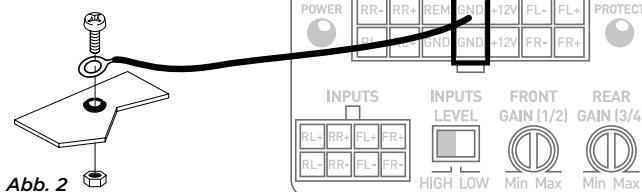

Abb. 2
- 10 - Bereiten Sie die Erdung des Gestells vor, indem Sie jede Farbspur auf der Metalloberfläche abkratzen, um eine gute Erdung sicherzustellen. Die Erdungsanschlüsse müssen so kurz wie möglich sein und IMMER an geschweißtes Metall an der Karosserie oder am Gestell des Fahrzeugs angeschlossen werden (*Abb. 2*). Der allgemein gewählte Erdungspunkt ist derjenige, der die Verbindung zwischen dem Minuspol der Batterie und dem Gestell des Fahrzeugs sicherstellt.
3.3.2 – Nehmen Sie das negative (-) Stromkabel. Dieses Kabel muss so kurz wie möglich sein und sollte idealerweise 1 Meter nicht überschreiten, um eine perfekte Verbindung zwischen dem Verstärker und dem Fahrzeuggestell sicherzustellen. Das Kabel und sein Querschnitt müssen der in 3.1 genannten Tabelle entsprechen. Finden Sie einen geeigneten Erdungspunkt und schleifen Sie ihn dann ab, um jede Spur von Farbe oder anderem Lack zu entfernen und so die Kontaktqualität zu optimieren. Durchbohren Sie das zuvor geschliffene Blech im Durchmesser, der der gewählten Schraube entspricht, und vergewissern Sie sich, dass kein Durchlauf von Tankkabeln oder einem anderen empfindlichen Element des Fahrzeugs in der Nähe ist. Schweißen und isolieren Sie (mit dem Schrumpfschlauch) das Erdungskabel am mitgelieferten Kabelausgang zu Ihrem Verstärker IMPULSE 4.320 (**Abb. 2**).